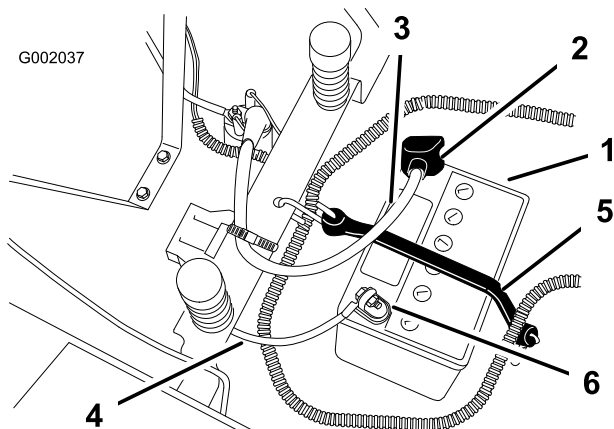

Bild 32
4. Klemmen Sie das Minuskabel (schwarz) vom Batteriepol ab (Bild 32).
5. Schieben Sie die Gummiabdeckung am Pluskabel (rot) nach oben. Klemmen Sie das Pluskabel (Rot) vom Batteriepol ab (Bild 32).
6. Nehmen Sie die Batterieklemme ab (Bild 32) und heben Sie die Batterie aus dem Ständer heraus.
1. Stellen Sie die Batterie in ihren Ständer, wobei die Pole vom Armaturenbrett weg weisen müssen (Bild 32).
4. Befestigen Sie die Kabel mit zwei Schrauben (1/4 x 3/4 Zoll), Scheiben (1/4 Zoll) und Muttern (1/4 Zoll) (Bild 32).
6. Befestigen Sie die Batterie mit der Befestigung (Bild 32).